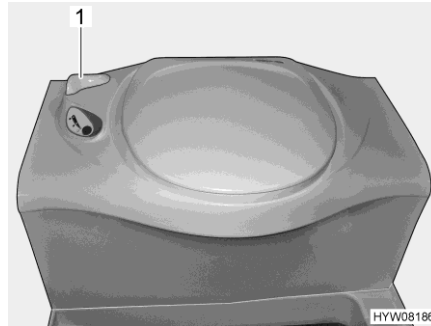

Fig. 299 Toilette Thetford
- Prima di tirare l'acqua, aprire il cursore della toilette Thetford. A tal fine ruotare la leva del cursore (Fig. 299,1) in senso antiorario.
- Dopo aver tirato l'acqua chiudere il cursore. Ruotare la leva del cursore (Fig. 299,1) in senso orario.